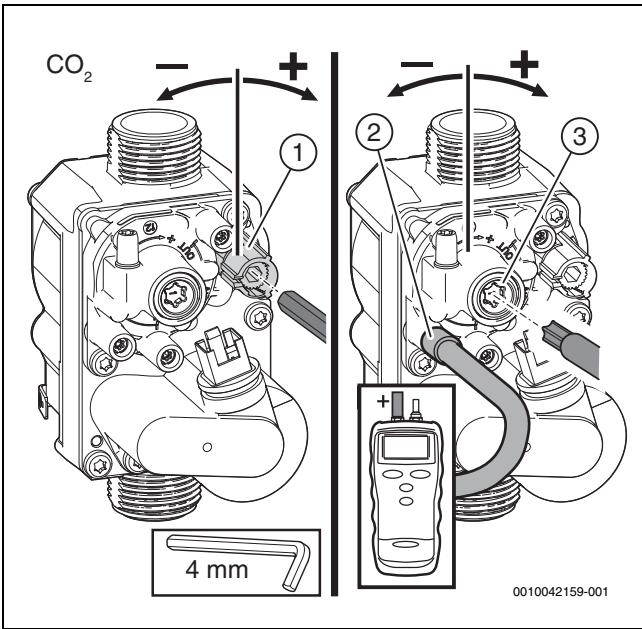

Bild 46 Einstellen der Gasarmatur
- Plombe an der Einstellschraube der Gasarmatur entfernen (nur Gasarmatur unten in Bild 46) und CO₂- oder O₂-Gehalt für minimale Nennwärmeleistung einstellen.